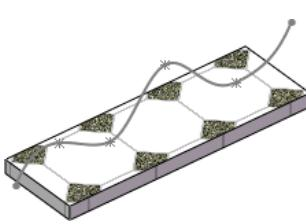
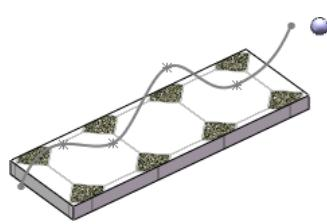

图 11.2.11 引入地板
图 11.2.12 引入球
Step2. 引入地板。在“打开”对话框中选择 D:\sw17.1\work\ch11.02.02\floor.SLDPRT，然后单击对话框中的 **打开** 按钮，单击 **确定** 按钮，将零件固定在原点位置，如图 11.2.11 所示。
(1) 选择下拉菜单 **插入(I)** → **零部件(O)** → **现有零件/装配体(E)...** 命令，系统弹出“插入零部件”和“打开”对话框。
(2) 在系统弹出的“打开”对话框中选取 D:\sw17.1\work\ch11.02.02\ball.SLDPRT，单击 **打开** 按钮，将零件放置到图 11.2.12 所示的位置。